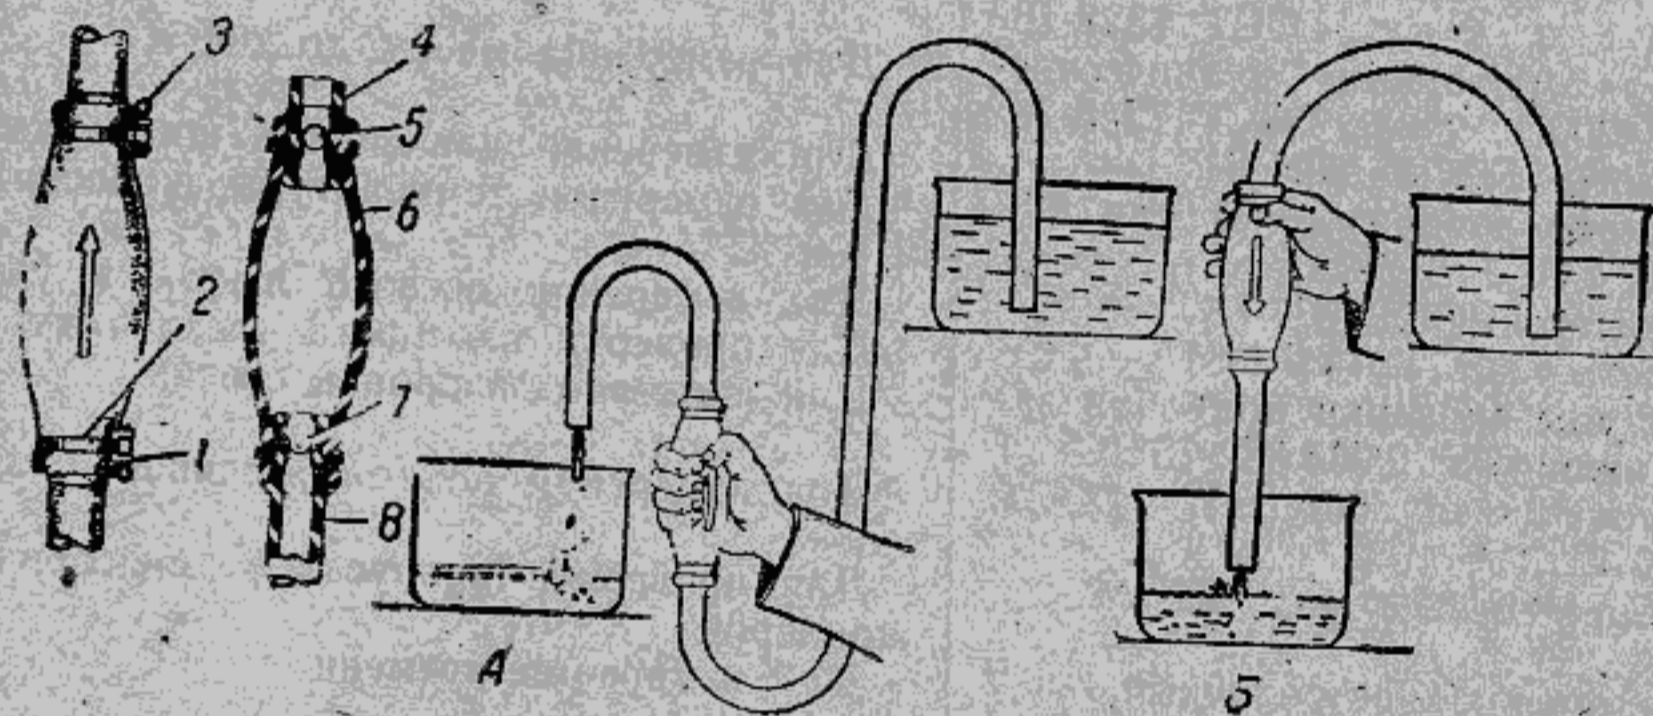

Рис. 82. Насос для переливания бензина:
Для переливания или перекачивания бензина с помощью насоса (рис. 82) следует:
2. Привести насос в действие нажатиями баллона рукой и отпуская (рис. 82А).
3. Как только бензин потечет, перевернуть баллон острием стрелки вниз. Нажатия на баллон прекратить, и бензин потечет самотеком (рис. 82Б).